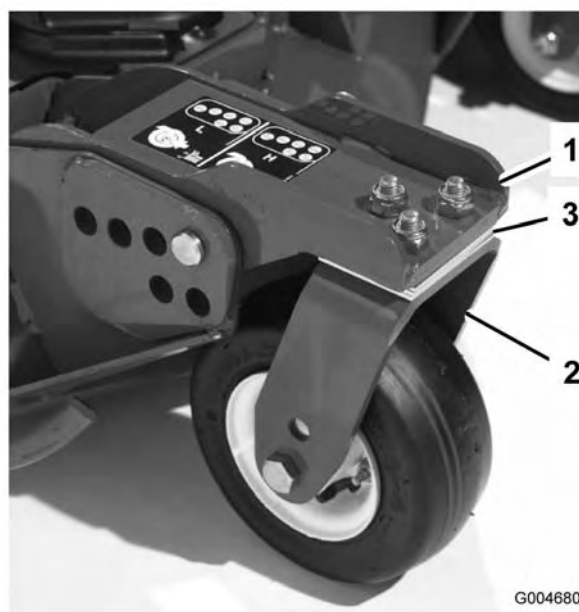

Figura 27
Girate la lama su ciascun fusello fino a disporla in parallelo con la lunghezza della macchina. Misurate dal suolo alla punta anteriore del tagliente. Regolate gli spessori di 3 mm sulla forcella (o forcelle) della ruota orientabile, finché l'altezza di taglio non corrisponde al valore riportato sull'adesivo. (Figura 27). Per il fusello della lama esterna vedere la procedura in Regolazione del passo dell'apparato di taglio, Manutenzione del tosaerba, pagina 55.
3. Se il bordo interno dell'apparato di taglio laterale è troppo alto rispetto al bordo esterno dell'apparato di taglio anteriore, togliete uno spessore di 3 mm dalla base del braccio della ruota orientabile anteriore interna dell'apparato di taglio laterale (Figura 27). Controllate di nuovo la misura tra i bordi esterni di entrambi gli apparati di taglio ed il bordo interno dell'apparato di taglio laterale rispetto al bordo esterno dell'apparato anteriore.